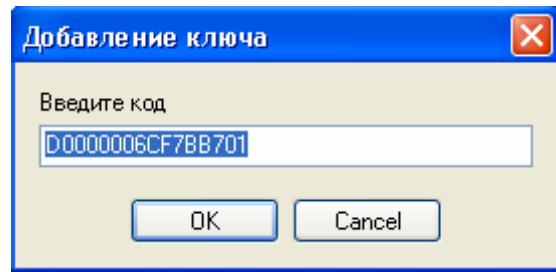

Рисунок 5 – Код ключа из базы
- Программа покажет код ключа, взятый из журнала (см. Рисунок 5). Для продолжения добавления нажмите кнопку «OK». Для отмены ввода нажмите кнопку «Cancel» или кнопку «ESC» на клавиатуре.